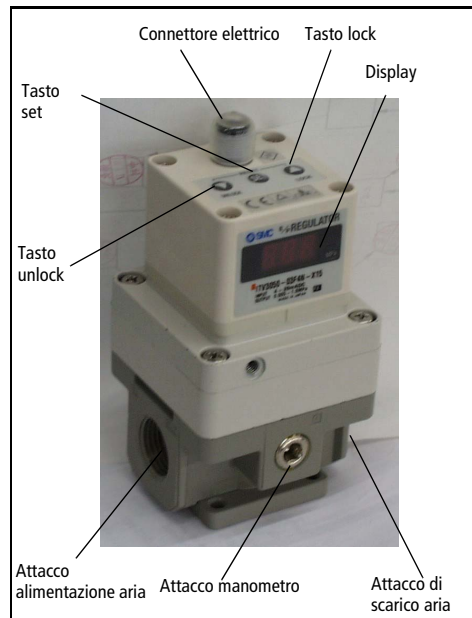

Fig 1
- Per impostare la pressione minima (sul display appare F-1) utilizzare i tasti lock/unlock (Fig 1), quindi premere 'Set' (Fig 1) per bloccare l'impostazione.
- Per impostare la pressione massima (sul display appare F-2) utilizzare i tasti lock/unlock (Fig 1), quindi premere 'Set' (Fig 1) per bloccare l'impostazione.
- Per impostare l'uscita del sensore 1 (sul display appare P-1) utilizzare i tasti lock/unlock (Fig 1), quindi premere 'Set' (Fig 1) per bloccare l'impostazione.
- Per impostare l'uscita del sensore 2 (sul display appare P-2) utilizzare i tasti lock/unlock (Fig 1), quindi premere 'Set' (Fig 1) per bloccare l'impostazione.
I tasti vengono bloccati all'attivazione della potenza e diventano inattivi. Se per errore si preme qualche tasto, sul display (Fig. 1) appare la scritta 'Loc'.
- 1) Premere il tasto 'unlock' (Fig 1) per più di 2 secondi.
- 3) Premere il tasto 'set' (Fig 1) per sbloccare.
Nota: Per cancellare l'operazione, premere di nuovo il tasto 'unlock' (Fig 1).
- 1) Premere il tasto 'lock' (Fig 1) per più di 2 secondi.
- 3) Premere il tasto 'set' (Fig 1) per bloccare.
Nota: Per cancellare, premere il tasto 'unlock' (Fig 1).
Se il regolatore ITV3000 rileva un'anomalia, sul display (Fig 1), appare Er seguito da un codice. Isolare l'alimentazione, individuare il problema e risolverlo. Ristabilire l'alimentazione di potenza, dopo aver eliminato il guasto.
Premere i tasti lock/unlock (Fig 1) contemporaneamente per più di 3 secondi. Sul display appare la scritta RES. Rilasciare i tasti. I valori delle pressioni massima e minima e delle uscite dei sensori P1 e P2 vengono riportati alla condizione iniziale.
Nota: Se l'alimentazione supera i 30mA, appare l'informazione sul display (Fig. 1) mostrando 'Er 5'.